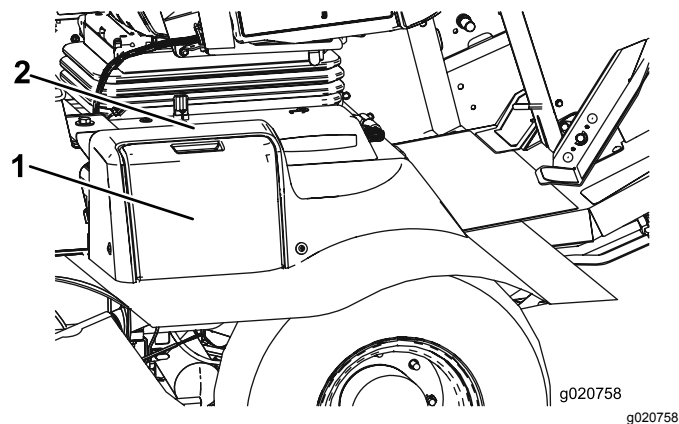

Figura 85
1. Aprite il coperchio della batteria sul lato della copertura (Figura 85).
**Nota:** Premete sulla superficie piatta sopra il coperchio della batteria per facilitare la rimozione del coperchio (Figura 85).